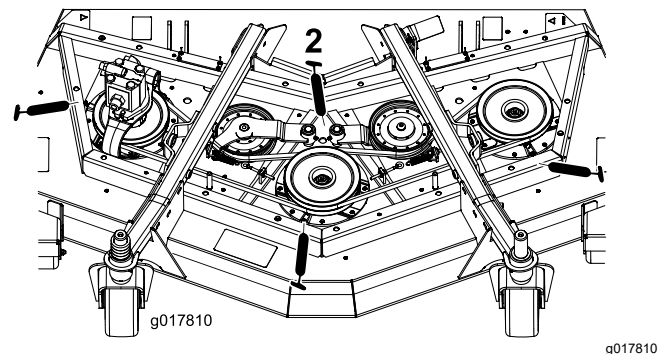

Figura 43
- Cojinetes de eje (3) (situados debajo de la polea) (Figura 43)
- Casquillos del pivote del brazo tensor (2) (Figura 43)